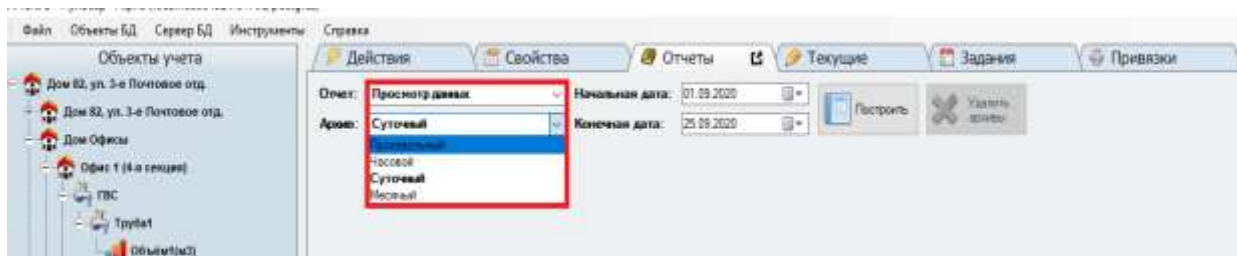

Рисунок 43
- выбрать тип архива (получасовой, настраиваемый, произвольный, часовой, суточный, месячный), например, суточный (рисунок 43);